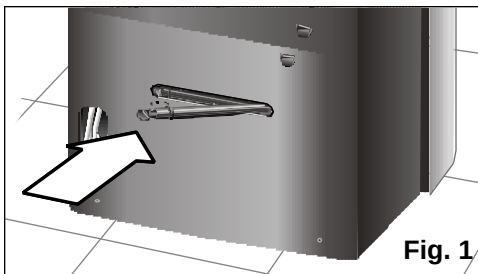

Fig. 1
- ❑ Undersøk at proppen i avløpsrøret sitter godt fast, da den kan ha løsnet under transporten, **Fig. 1**.
- ❑ Kontroller at proppen, **Fig. 1**, er festet på avløpsrøret for å unngå at vannet kan renne ut og væte underlaget.